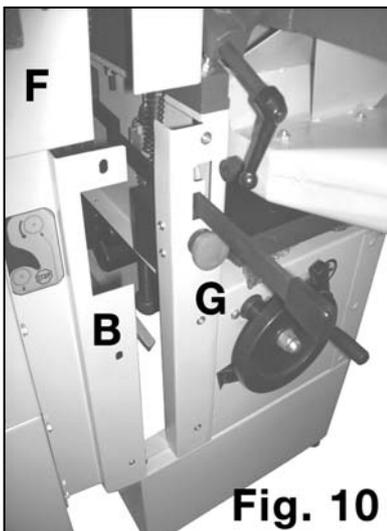

Fig. 10
3. Mettre en place, à l'aide des vis, la plaque d'assemblage (B) (Fig.10).